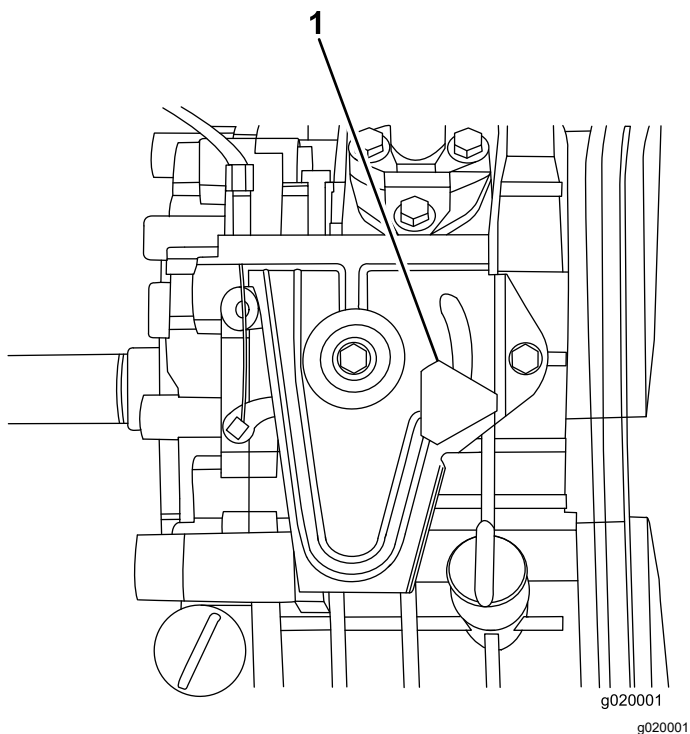

Figura 26
3. Asegúrese de que el mando de control de velocidad del motor situado en el motor está libre girándolo en sentido antihorario (Figura 26).